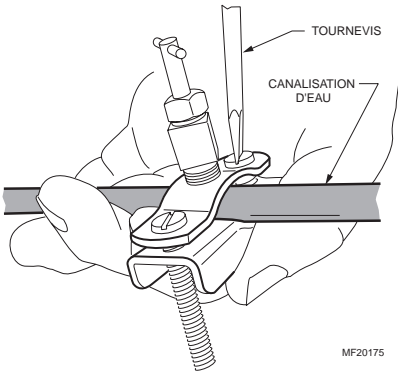

Fig. 8. nstallation du robinet-vanne à étrier.
2. Utiliser le robinet-vanne à étrier autopercuteur (fourni) pour percer le tuyau d'arrivée d'eau à l'endroit choisi. Voir la Fig. 8. Si le tuyau est en acier galvanisé, vider la canalisation et percer un trou de 3/17 po pour le robinet-vanne à étrier.